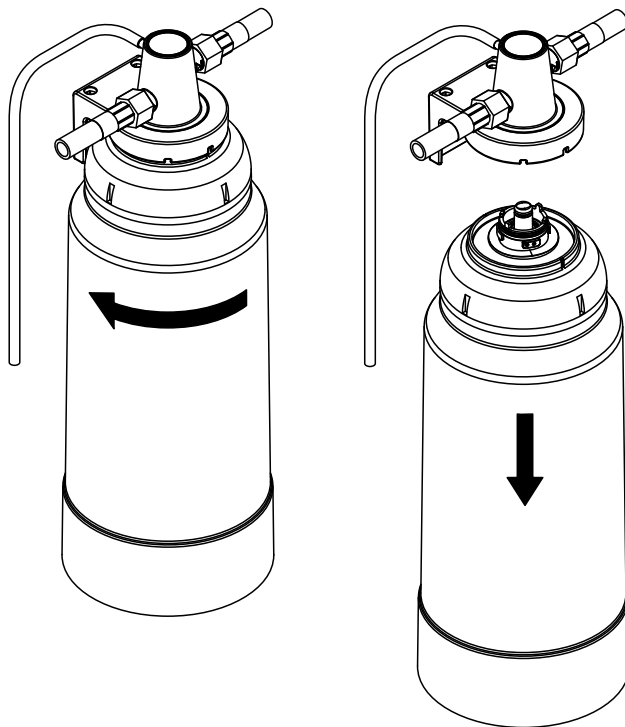

Fig. 14: Démontage d'une cartouche usée
6. Avec les deux mains, tenez fermement la cartouche sur sa circonférence (la cartouche entière XXL pèse environ 5 kg) afin qu'elle ne tombe pas. Tournez ensuite soigneusement la cartouche à fond dans le sens de la flèche comme illustré dans Fig. 14 et jetez la cartouche.